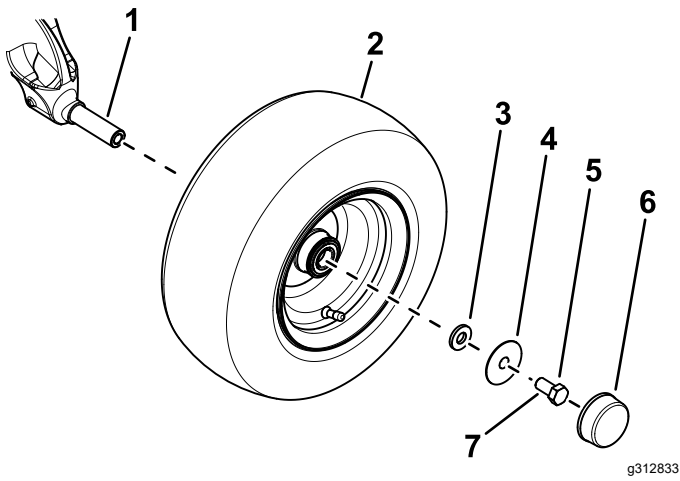

Bild 3
- Tragen Sie Gewindesperrmittel auf das Innengewinde der Spindelachse auf (Bild 3).
- Verwenden Sie eine kleine Unterlegscheibe, eine große Unterlegscheibe, eine Schraube ($\frac{5}{8}$ " x $1\frac{1}{4}$ ") und eine Staubkappe, um das Rad an der Achsspindel zu befestigen (Bild 3).
- Bringen Sie die Staubkappe am Rad an (Bild 3).